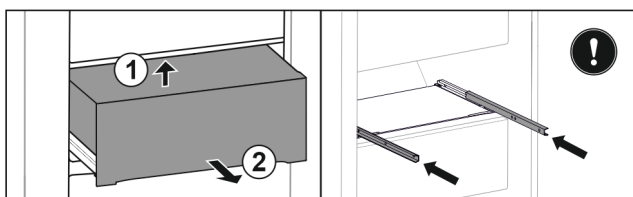

Fig. 35*
- Nadzvedněte ji zdola zezadu Fig. 35 (1).*
- Odeberte směrem dopředu Fig. 35 (2).*